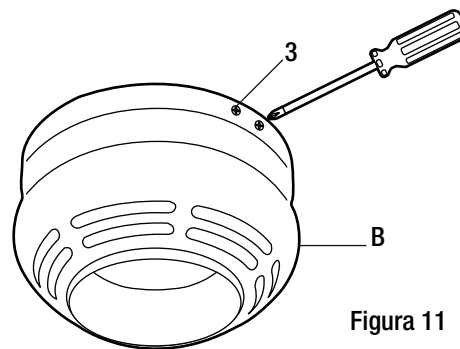

Figura 11
- Fije la carcasa del motor (B) sobre la barra de soporte (A) apretando los cuatro tornillos (3) preensamblados a la carcasa del motor (B) (Figura 11).